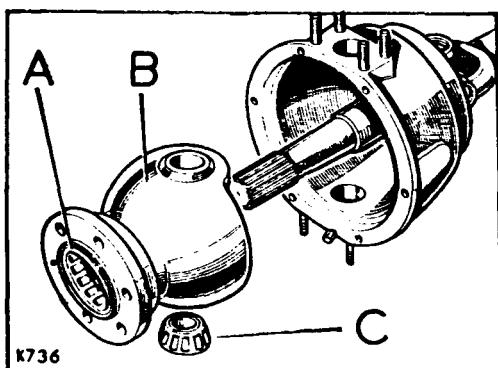

Fig. F1-44.- Caja del cojinete del pivote
- 1.4.- Extraer la caja del cojinete del pivote, en unión de los cojinetes, C (Fig. F1-44).